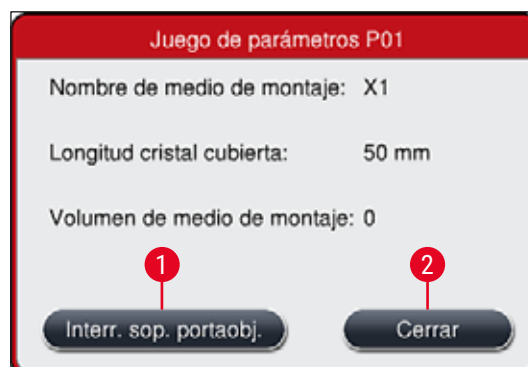

Fig. 79
2. Se muestra un resumen de la cesta cuyo proceso se va a cancelar (→ Fig. 79).